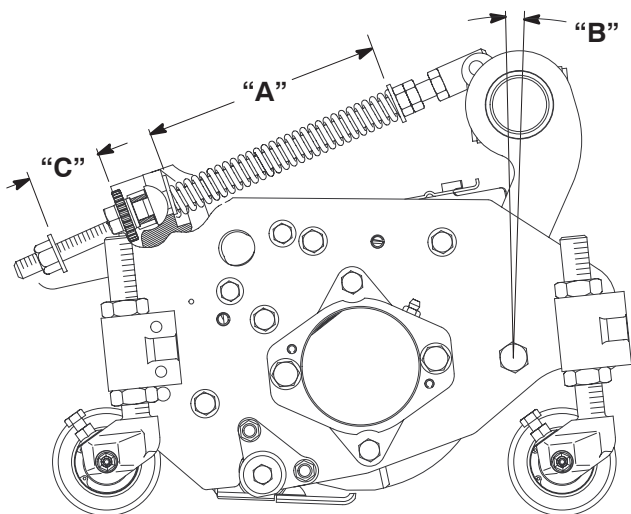

Figure 7
Le ressort de compensation (Fig. 7) qui relie le bâti porteur au plateau de coupe, contrôle la rotation avant/arrière disponible ainsi que la garde au sol lors du transport et des demi-tours.
1. Serrez le contre-écrou à l'arrière de la tige de ressort jusqu'à obtenir un écartement (C) de 25 mm entre l'arrière du support du ressort et l'avant de la rondelle (Fig. 7).
2. Serrez les écrous hex. sur l'extrémité avant de la tige de ressort jusqu'à ce que la longueur du ressort comprimé (A) soit égale à 203 mm (Fig. 7).
Remarque : Lorsque vous tondez des gazons irréguliers ou accidentés, augmentez la longueur du ressort comprimé (A) à 216 mm et l'écartement (C) entre le support de ressort et l'avant de la rondelle à 38 mm (Fig. 7).